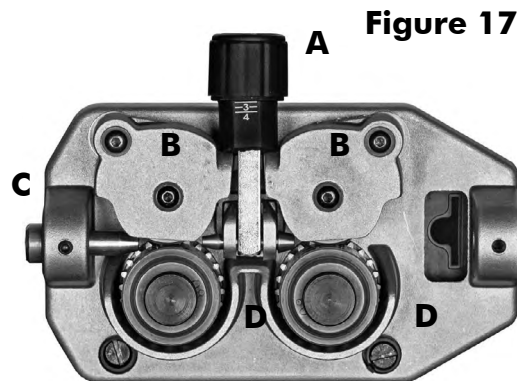

Figure 17
- Desserrer et abaisser le bouton en plastique (A) et relâcher le levier presse-fil (B) (Fig. 17). Extraire les résidus de fil éventuels de la gaine guide-fil (E).
- Relâcher le fil de la bobine et le tenir serré avec une paire de pinces de façon à ce qu'il ne puisse pas se dérouler. Si nécessaire, le redresser avant de l'introduire dans le guide d'entrée (C) du fil y introduire le fil en le faisant passer au-dessus du galet inférieur (D) et dans la gaine guide-fil (E).